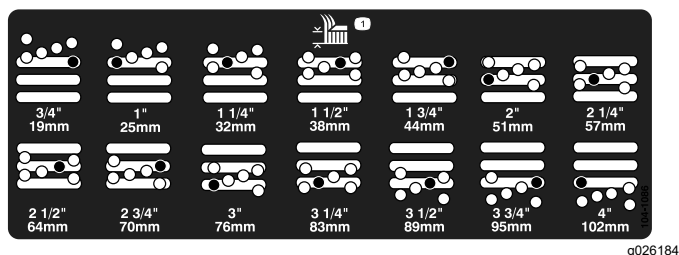

**Figura 16**
2. Afloje el perno que sujeta cada soporte de altura de corte a la pletina de altura de corte (delante y en cada lado), tal y como se muestra en la Figura 16.
4. Sujetando la cámara, retire el espaciador (Figura 16)